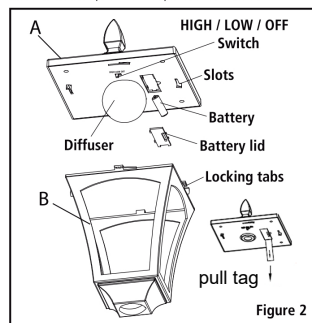

Figure 2
**Batteriewechsel (Abbildung 2)**
**Schritt 1:** Entfernen Sie die Lichtabdeckung (A) von der Oberseite des Objektivteils, indem Sie sie gegen den Uhrzeigersinn drehen und vorsichtig abheben.
## BATTERY REPLACEMENT (Figure 2)